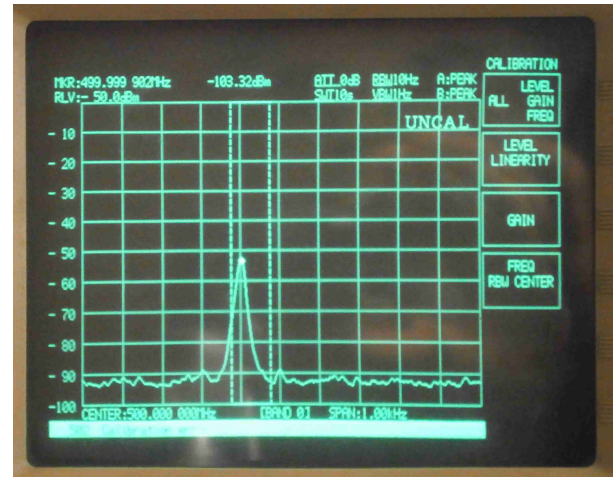

Abb. 4: An der Frontbuchse eingespeistes Signal mit -6 dBm
- e) Pegelanzeige auf Band 0 viel zu gering (Abb. 4). Ursache noch unklar, könnte offene Kontaktstelle sein (Kabel, Relais) oder auch zu geringer 2-GHz-LO-Pegel. Auf allen übrigen Bändern sind Pegel- und Frequenzanzeigen in Ordnung.